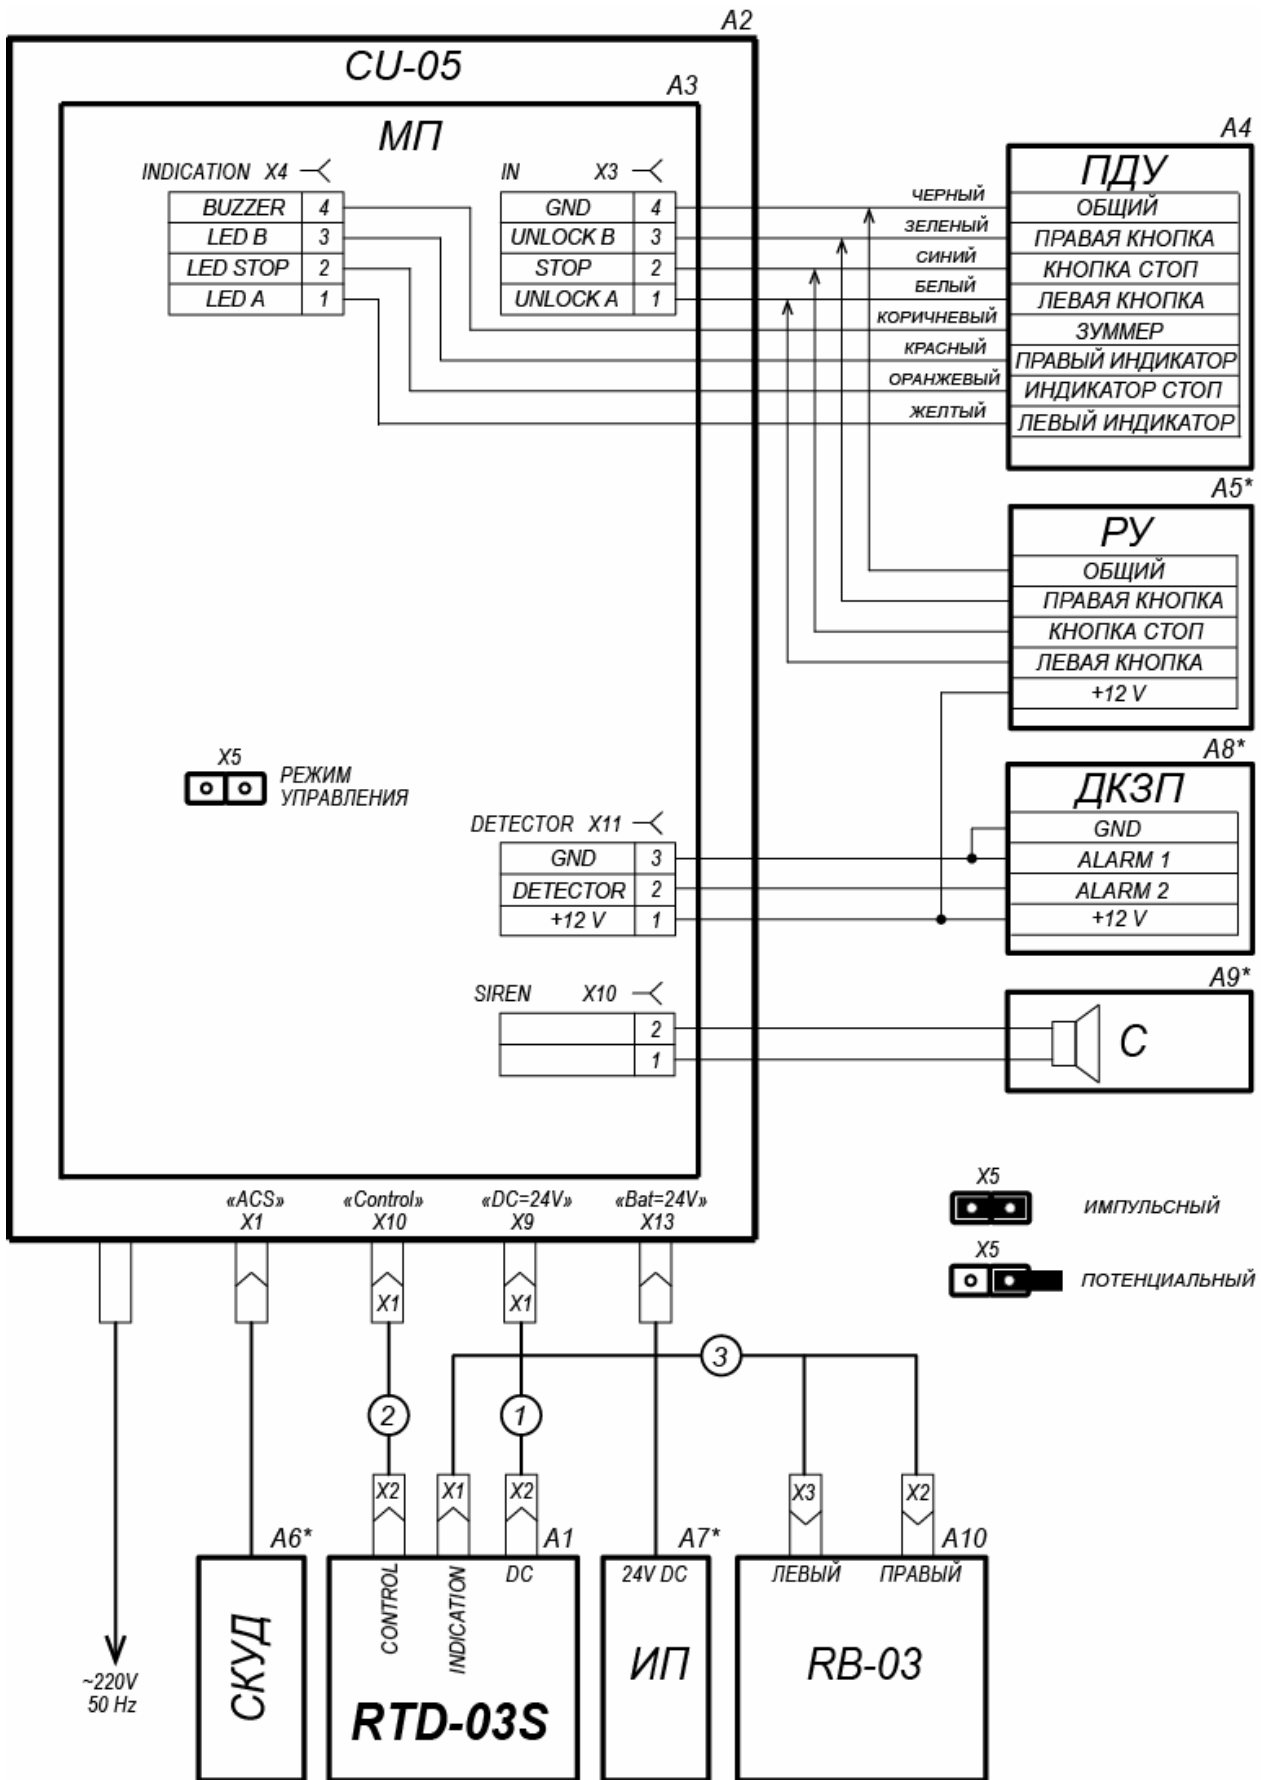

Рисунок 11. Схема электрическая соединений (обозначения элементов схемы см. в табл. 2)
3. Подготовьте в полу кабельные каналы для прокладки кабеля управления (10) и кабеля питания (11) и отверстия под анкера PFG IH 10 для крепления стойки турникета (3 отв. Ø16×60 мм). Установите гильзы анкеров в выполненные отверстия так, чтобы они не выступали над поверхностью пола.
4. Извлеките из транспортировочного ящика и по кабельным каналам проложите от места установки БУ (8) кабели управления (10) и питания (11) к месту установки стойки турникета.
5. Извлеките из транспортировочного ящика стойку турникета и положите ее на заранее подготовленную устойчивую подставку. Подключите кабели управления (10) и питания (11) к соответствующим разъемам, расположенным на блоке кабельных разъемов (16) внутри стойки с фланцем (2) в соответствии со схемой электрической соединений (см. рис. 11). Для этого необходимо извлечь блок кабельных разъемов (16), из стойки с фланцем (см. рис. 2). После подключения кабелей установите блок кабельных разъемов (16) внутрь стойки с фланцем (2) на высоту, обеспечивающую возможность дальнейшего монтажа. Установите стойку турникета в вертикальное положение.
7. Извлеките из транспортировочного ящика створки (6). Установите заполнения створок (7) в держатели заполнения створок (15), выравнивая по высоте и соблюдая равномерность зазоров, и зафиксируйте их винтами держателей. Установите створки в патрубки (14) стойки поворотной (1). Через отверстия в